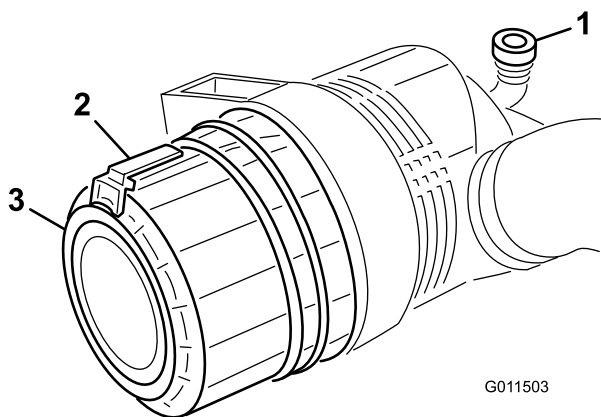

図 55
1. ラッチを引いて外し、カバーを左にひねってボディーからはずす（図 55）。